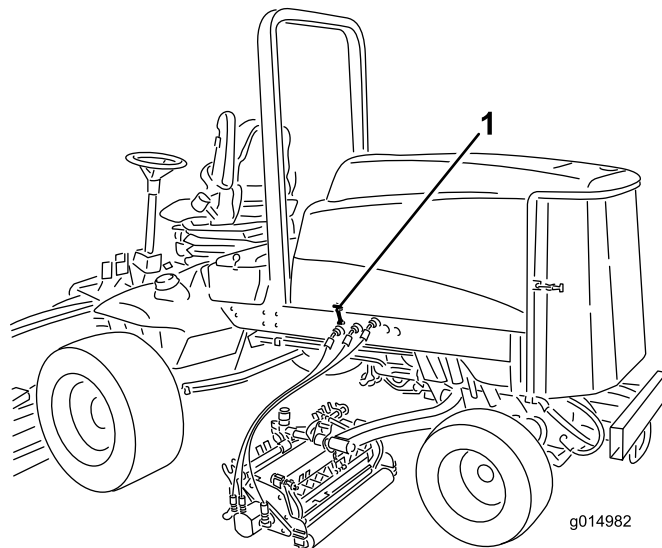

図 31
2. フードのラッチを外し、フードを持ち上げる（図 31）。